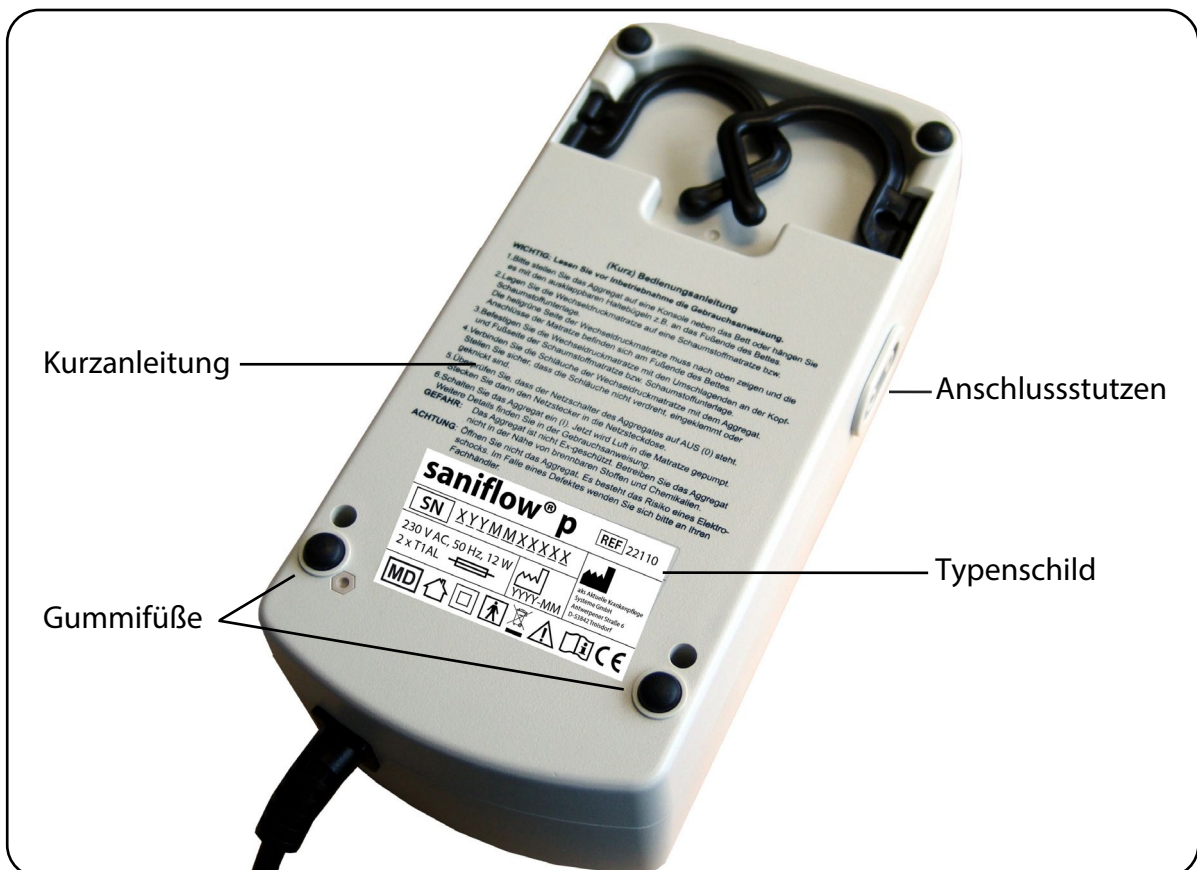

Abb. 5.02 - Aggregat Rückansicht saniflow® p
10. Das Aggregat verfügt über eine Aufhängevorrichtung (2 Haltebügel) sowie 4 GummifüÙe an der Rückseite (Abb. 5.02). Hängen Sie das Aggregat mit den beiden umklappbaren Haltebügeln an das Fußende des Bettes oder stellen Sie es, mit der Rückseite, auf eine ebene Ablagefläche neben das Bett.
11. Schließen Sie die beiden Versorgungsschläuche der Wechseldruckmatratze an die Anschlussstutzen des Aggregates an (Abb. 5.02). Achten Sie darauf, dass die Versorgungsschläuche nicht verdreht, eingeklemmt oder geknickt sind.
2. Ziehen Sie beide Enden der Versorgungsschläuche von den Anschlussstutzen des Aggregates ab (Abb. 5.02).
4. Nach Beendigung des Patiententransportes, stecken Sie die Enden beider Versorgungsschläuche auf die Anschlussstutzen des Aggregates (Abb. 5.02) und schließen Sie das Aggregat an das Stromnetz an.